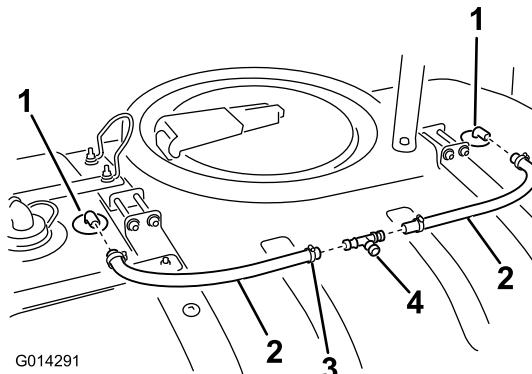

图21
2. 在每根软管两端安装一个软管夹（图21）。
3. 将软管安装在冲洗喷嘴的宝塔接头上（图21）。
2. 如图21所示，将三通接头安装在之前安装的冲洗喷嘴软管的开口端。